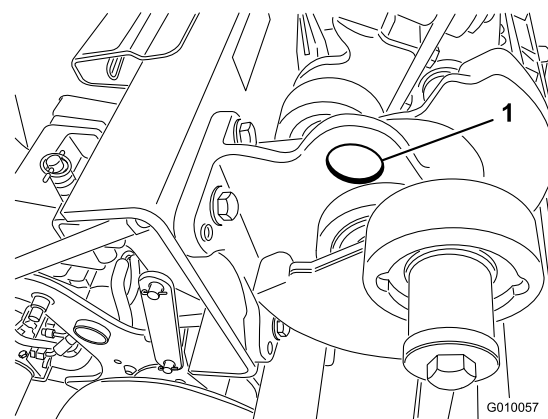

図 38
**注** 可能であれば、ホイストで機体後部を持ち上げてください。その場合、コアリングヘッドのベアリングハウジングについているアイを吊上げポイントとして利用します(図 38)。